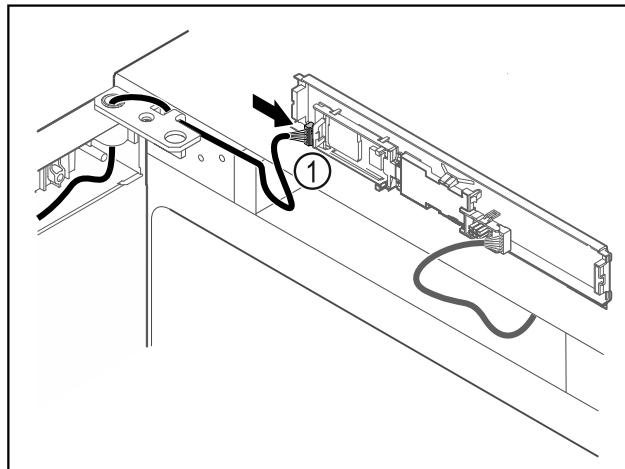

Fig. 65
- Подключите штекер *Fig. 65 (1)* к панели.